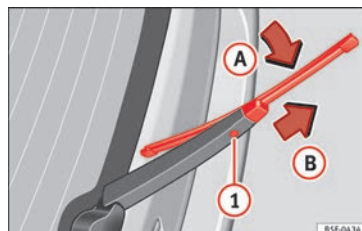

Fig. 78 Cambio de la escobilla de la luneta.
- Pliegue la escobilla por arriba hacia el brazo del limpiaparabrisas » » » fig. 78 (flecha ❶).
- Mantenga presionada la tecla de desbloqueo » » » fig. 78 ❶ tirando de la escobilla en
- Inserte en el brazo limpiaparabrisas una escobilla nueva **de la misma longitud y tipo**, en sentido contrario a la flecha » » » fig. 78 ❷ hasta que encastre. Para ello, la escobilla debe estar en posición recogida (flecha ❶).